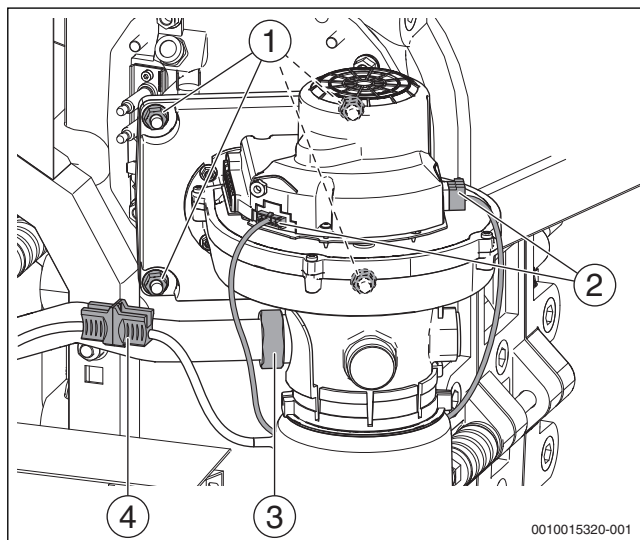
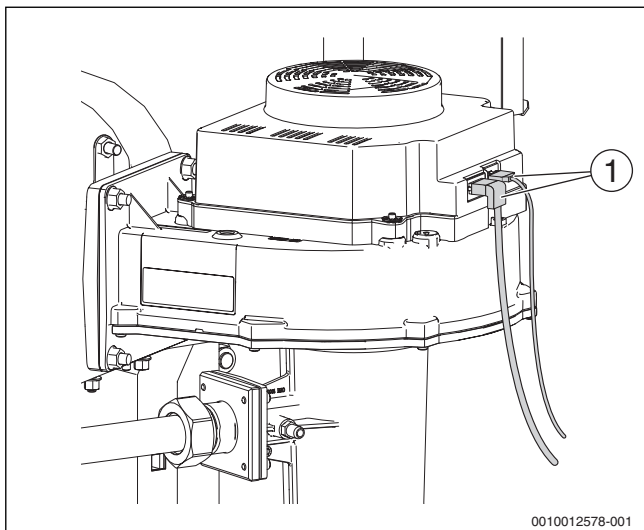

Рис. 58 Электрические подключения, демонтаж вентилятора (котлы 75-100 кВт)
Рис. 59 Электрические подключения вентилятора (котлы 150-300 кВт)
- ▶ Отсоедините электрические подключения на вентиляторе (→ рис. 58 и рис. 59).
- ▶ Разъедините штекерное соединение (→ рис. 58)
► Отверните накидную гайку на трубе Вентури (→ рис. 58, [3]).